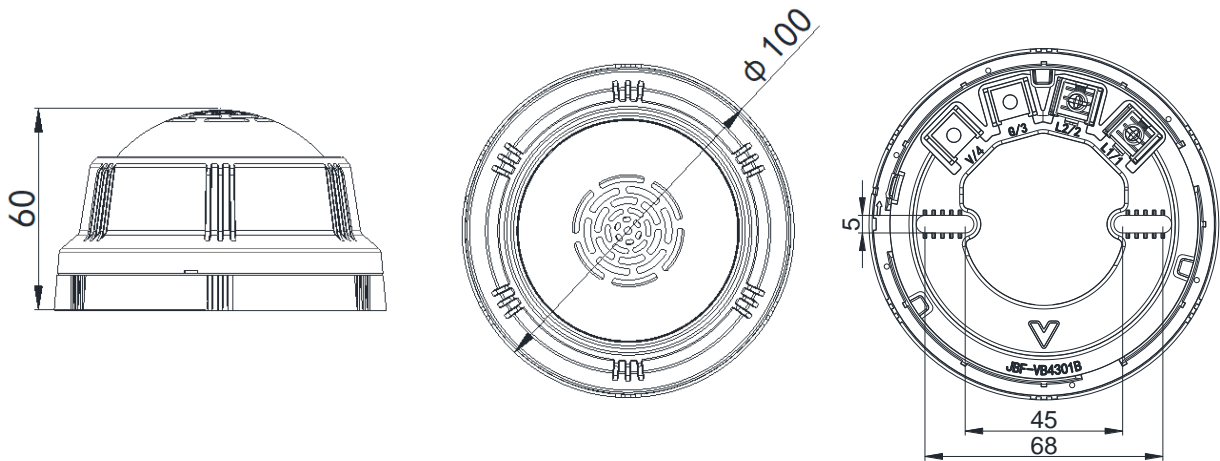

图 1 外形及安装尺寸图，单位：mm
- 布线施工后，将火灾声光报警器底座固定在墙上（使用 M4 螺钉），安装孔距为 45mm~68mm，外形及安装尺寸如图 1 所示。